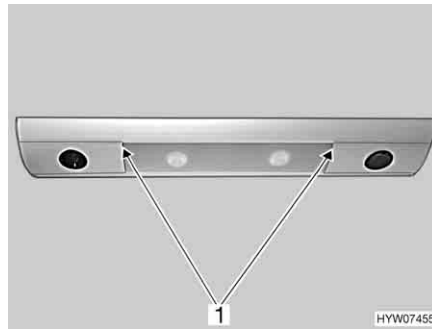

Fig. 256 Luce piano di lavoro/luce area cottura
- Tirare il vetro della luce (Fig. 256,1). Iniziare ad estrarre tirando a destra o a sinistra.